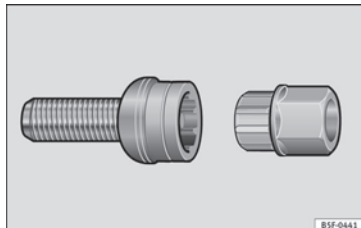

Fig. 162 Boulon antivol de roue avec capuchon et adaptateur.
- Introduisez l'adaptateur au maximum dans le boulon antivol de la roue » **fig. 162**.